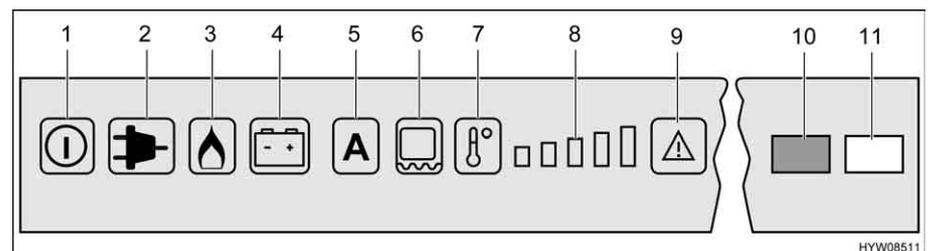

Fig. 218 Elementos de mando para el frigorífico (Dometic RMD)
Si está ajustado el modo de funcionamiento "AES", no está conectada **nin-guna** alimentación de 230 V y el motor del vehículo está **desconectado**, el AES seleccionará el suministro de gas. Al seleccionar el suministro de gas se abre automáticamente el seguro de encendido, de forma que puede fluir gas hacia el quemador. Simultáneamente se conecta el encendedor electrónico. Si se apaga la llama de gas, p. ej. debido a un golpe de viento, el encendedor se activa inmediatamente y enciende de nuevo el gas. En caso de avería en el funcionamiento a gas, los botones luminosos "Gas" (Fig. 218,3) y "Avería" (Fig. 218,9) estarán parpadeando. La luz de control "Avería" (Fig. 218,10) estará encendida, y sonará una alarma acústica durante 20 segundos.
Una vez conectado, el frigorífico selecciona automáticamente el ajuste medio del termostato. Este ajuste puede modificarse manualmente con la tecla de selección de grados de temperatura (Fig. 218,7). Las luces de control (Fig. 218,8) indican el ajuste seleccionado del termostato. Con la tecla de selección de grados de temperatura se ajusta la temperatura de refrigeración para los tres tipos de energía. Pasan algunas horas hasta que el frigorífico alcanza la temperatura de servicio normal. Al conmutar el modo de funcionamiento se mantiene el ajuste del termostato. La temperatura de refrigeración se mantiene independientemente del tipo de energía.
- Conectar la calefacción de marco por un período de 2 horas: Pulsar la tecla (Fig. 218,6) una vez. Estará encendida una barra de la visualización de niveles de temperatura (Fig. 218,8).
- Conectar la calefacción de marco por un período de 5 horas: Pulsar la tecla (Fig. 218,6) dos veces. Estarán encendidas dos barras de la visualización de niveles de temperatura (Fig. 218,8).
- Ajustar la calefacción de marco en funcionamiento continuo: Pulsar la tecla (Fig. 218,6) tres veces. Estarán encendidas tres barras de la visualización de niveles de temperatura (Fig. 218,8).
La visualización de niveles de temperatura (Fig. 218,8) visualizará el tiempo de funcionamiento de la calefacción de marco por algunos segundos.
En caso de alta temperatura exterior y un gran índice de humedad atmosférica, se pueden formar gotas de agua en el marco metálico del compartimento congelador. Por este motivo, el frigorífico está equipado con una calefacción de marco en el compartimento congelador. En caso de altas temperaturas y un índice alto de humedad atmosférica, conectar la calefacción de marco con la tecla (Fig. 218,6). De esta manera se evita la corrosión. Si está conectada la calefacción de marco, estará encendido el botón luminoso (Fig. 218,6).
- Pulsar la tecla On/Off (Fig. 218,1) por aprox. 2 segundos. El frigorífico se conectará, se visualizará el tipo de energía ajustado más recientemente o "AES".
- Ajustar la temperatura de refrigeración con la tecla de selección de grados de temperatura (Fig. 218,7). Las luces de control (Fig. 218,8) indican el ajuste seleccionado del termostato.
- Pulsar la tecla On/Off (Fig. 218,1) por aprox. 2 segundos. El frigorífico se desconectará, ya no estará encendido ningún visualizador.